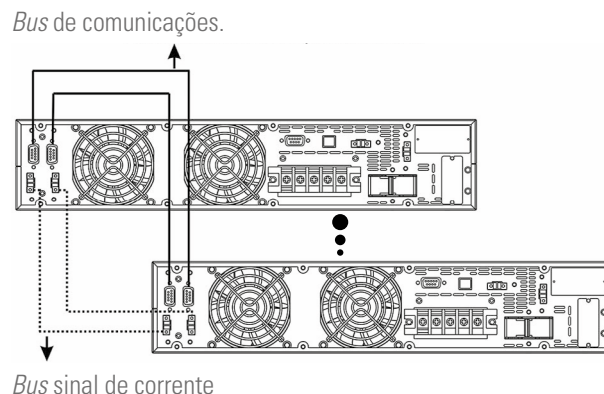

Fig. 17. Ligações de comunicação e sinal de corrente para um sistema em paralelo.
- **Bus de ligação em paralelo e sinal de corrente.** Utilize a mangueira de 15 condutores de sinal com malha e conectores DB15 nas extremidades para unir no máximo de três equipamentos. Cada tubo dispõe de um conector macho e outro fêmea nas extremidades, que deve ser ligado entre os dois equipamentos. É imprescindível fechar o circuito de comunicações do *bus* paralelo e do *bus* de sinal de corrente mediante o tubo com conectores (ver Fig. 17).